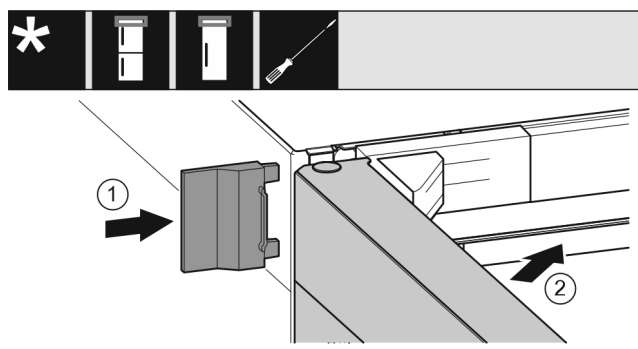

Fig. 23
- ▶ Wsunąć zewnętrzną osłonę Fig. 23 (1).
- ▶ Zamknąć górne drzwi Fig. 23 (2).